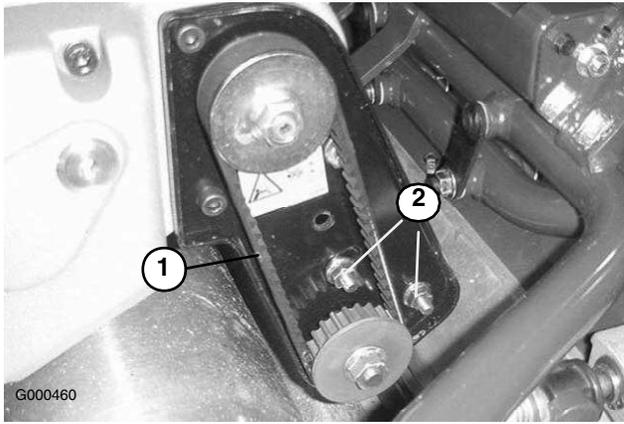

Figura 36
- A. Desaperte as porcas de montagem da caixa de mancal (Figura 36).
C. Aperte as porcas de montagem da caixa de mancal (Figura 36). Não aperte demasiado a correia.